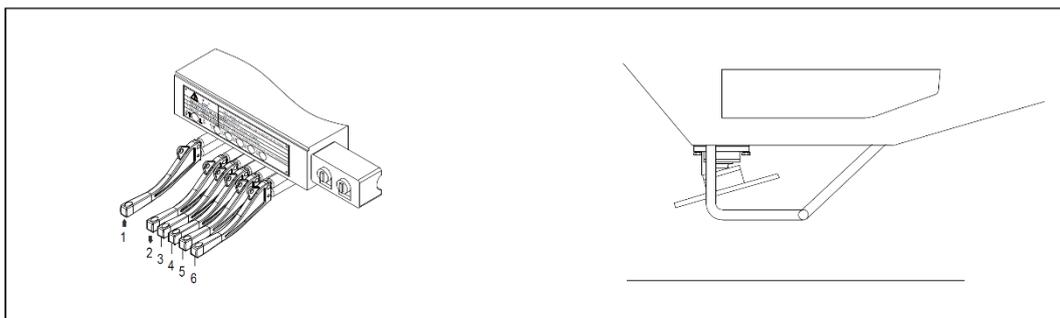

Figura 4-62 Retrair a 5ª retranca
b) Retraia a 5ª retranca (consulte a figura 4-62):